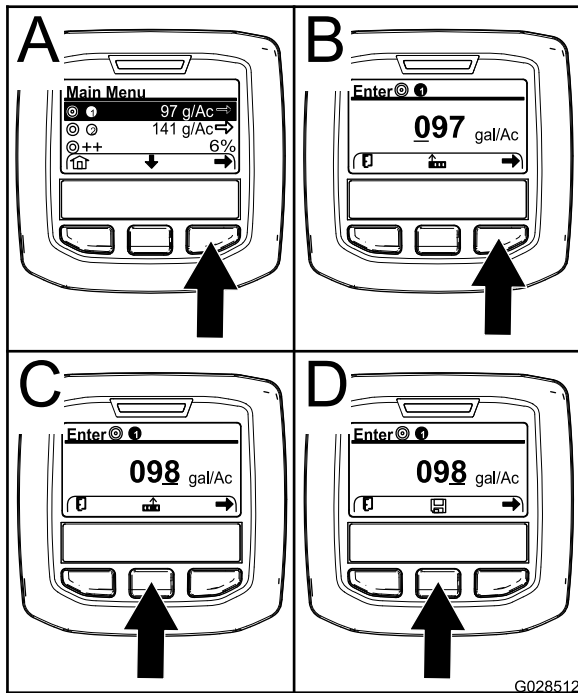

Bild 66
2. Drücken Sie ggf. die mittlere Auswahltaste, um die Dosierung für das Sprühprogramm 1 zu markieren (Bild 66).